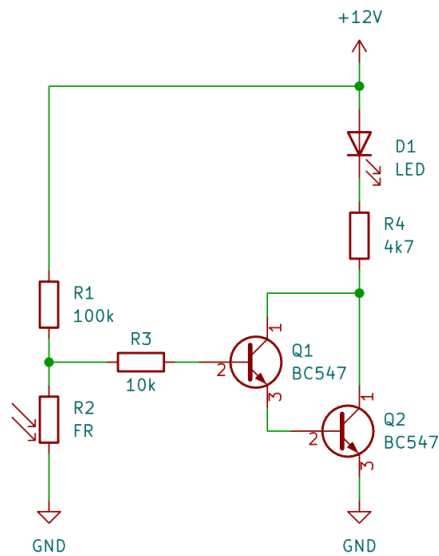

Figura 13: Senzor crepuscular
Un întrerupător crepuscular este o aplicație particulară a situației enunțate anterior. El are rolul să crească intensitatea unei surse luminoase (e.g. bec sau LED) când intensitatea luminii ambientale (care excită senzorul) este sub o anumită valoare (prag - en. threshold). În Figura 13 aveți figurată schema unui întrerupător crepuscular ce utilizează un tranzistor Darlington care controlează curentul printr-un LED folosind ca referință ieșirea unui divizor de tensiune realizată cu o rezistență de valoare fixă și un fotorezistor (piesă a cărei rezistență electrică depinde de intensitatea luminoasă).
- Modificați circuitul de la punctul anterior astfel încât să integrați fotorezistorul și un rezistor de valoare fixă conform schemei din Figura 13. Alimentați circuitul. Observați starea ledului (luminează mai puternic? mai slab? deloc?) în funcție de gradul de iluminare la care este supus fotorezistorul. **Ce observați ?** Explicați de ce se întâmplă acest fenomen.